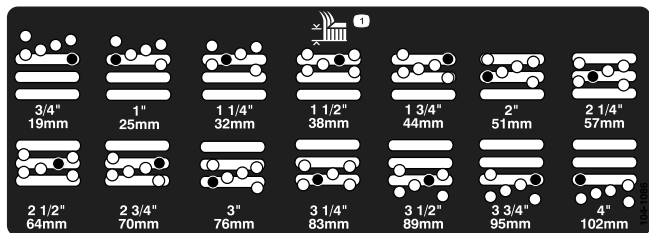

図 17
4. チェンバを支えておきながらスペーサを取り外す図 17。
5. 希望の刈り高にチェンバを合わせ、その刈り高の穴とスロットにスペーサを通す図 17。